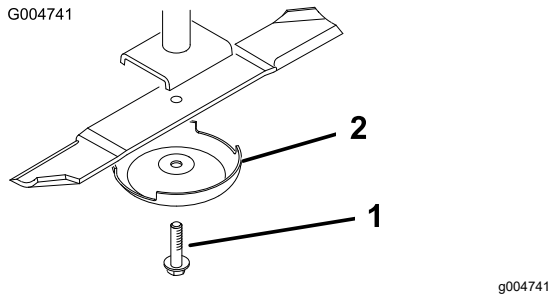

Figure 110
3. Enlevez le boulon, la coupelle de protection et la lame de l'axe de pivot (Figure 110).